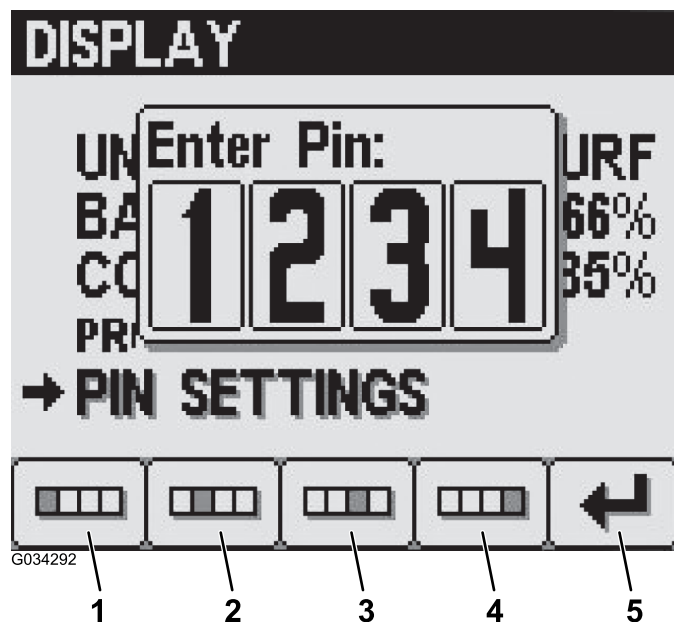

Рисунок 15
2. Введите свой PIN-код при помощи кнопок с 1 по 4 и по окончании ввода нажмите кнопку 5 (Рисунок 15).
4. Введите свой старый PIN-код при помощи кнопок с 1 по 4 и по окончании ввода нажмите кнопку 5 (Рисунок 15).